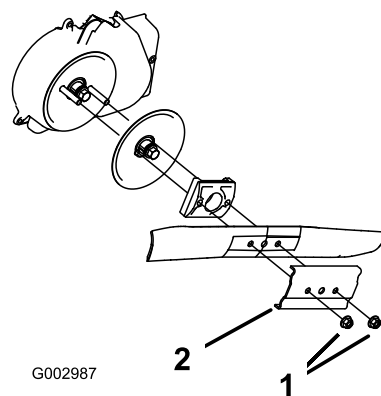

Figure 52
3. Retirez les 2 écrous de la lame et le renfort (Figure 52).
4. Déposez la lame (Figure 52).
5. Posez la nouvelle lame (Figure 52).